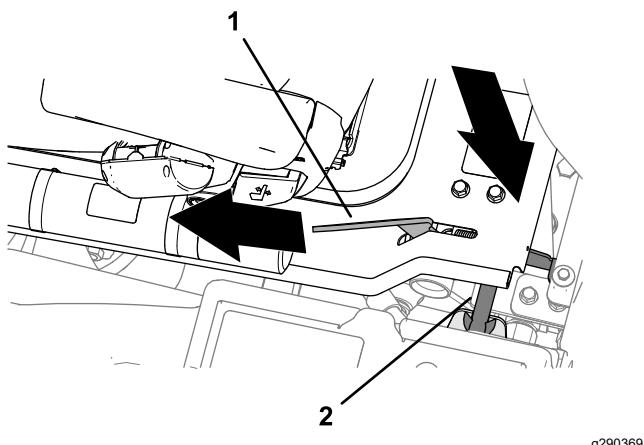

Bild 43
2. Wenn die Plattform beinah in der vollständig abgesenkten Position ist, bewegen Sie den Sperrriegelgriff der Plattform (Bild 43) zur Vorderseite der Maschine.